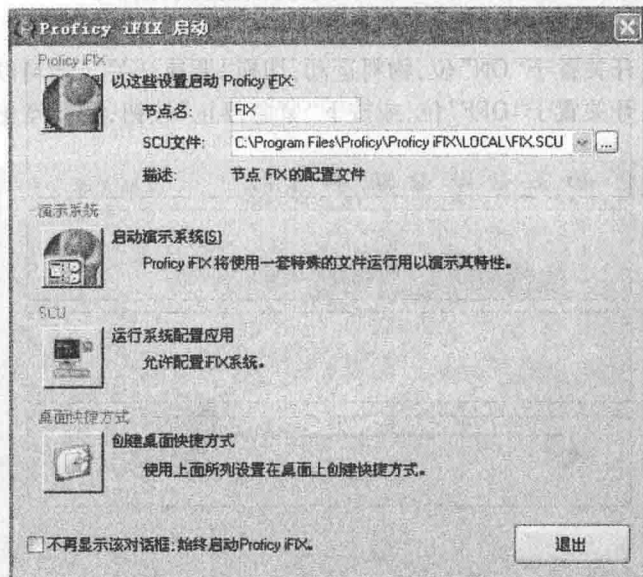

图 1-4 “Proficy iFIX 启动”对话框
(1) 双击计算机桌面上“iFIX”快捷方式,弹出如图 1-4 所示“Proficy iFIX 启动”对话框,单击按钮运行 Proficy iFIX 软件。